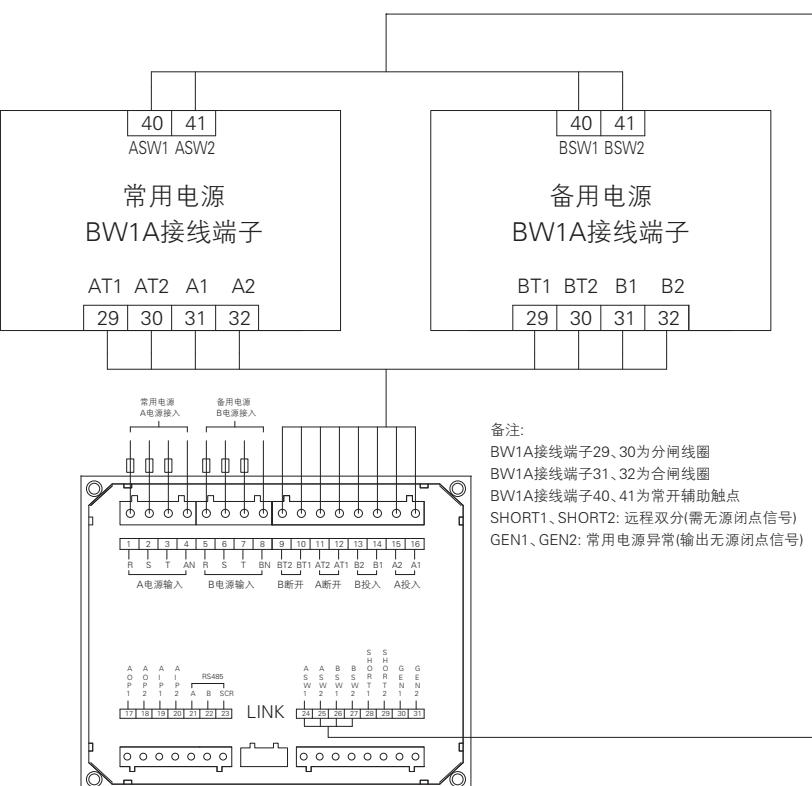

图 34
两台 BW1A 断路器加装机械联锁及加装 BQ3 系列 H 型控制器可组成自动转换开关 (接线见图 34)。
2. 双电源自动转换系统除按右图 34 接线外, 断路器本体仍需接线。具体接线见“BW1A 系列接线图”。